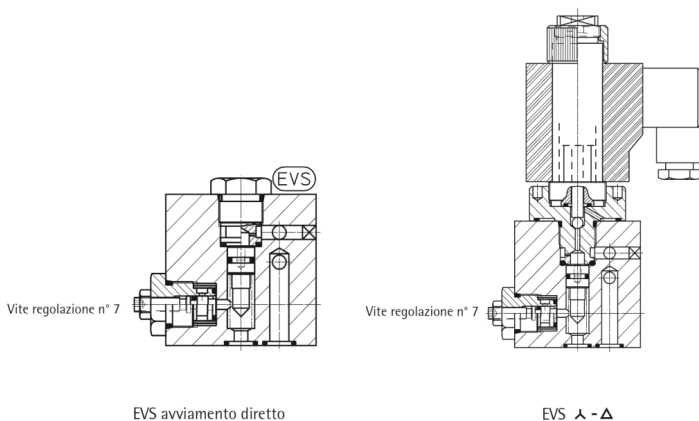

Fig. 50 – Sezioni EVS con bobina e senza bobina
- Per impianti con bobina EVS, smontare il gruppetto Δ – Δ , svitare la parte meccanica della bobina e agitarla fortemente avanti e indietro per verificare che il pistoncino al suo interno, sia libero di muoversi (occorre agitare fortemente perché il pistoncino è frenato da una molla); per impianti senza bobina EVS, togliere il tappo EVS; in entrambi i casi pulire il sottostante pistoncino in ottone, pulire le parti smontate e rimontare (vedi Fig. 50)